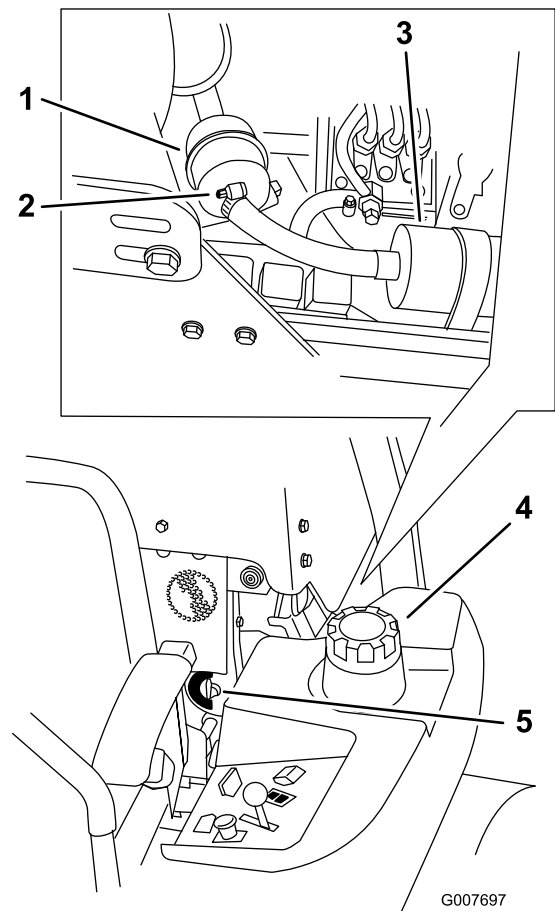

Figure 51
4. Fermez le robinet d'arrivée de carburant(Figure 51).
5. Desserrez les deux colliers de flexibles et débranchez les conduites d'alimentation du filtre à carburant (Figure 51).
6. Remplacez le filtre. Branchez les conduites d'alimentation au filtre à carburant et montez les deux collier de flexibles (Figure 51).